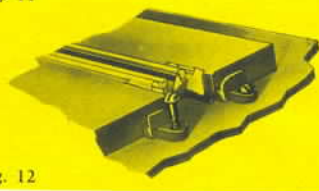

Fig. 12
- Si vous désirez fixer votre circuit sur un contreplaqué, vous pouvez mettre des vis dans les trous des oreilles placées à l'extrémité des crochets (voir fig. 12).